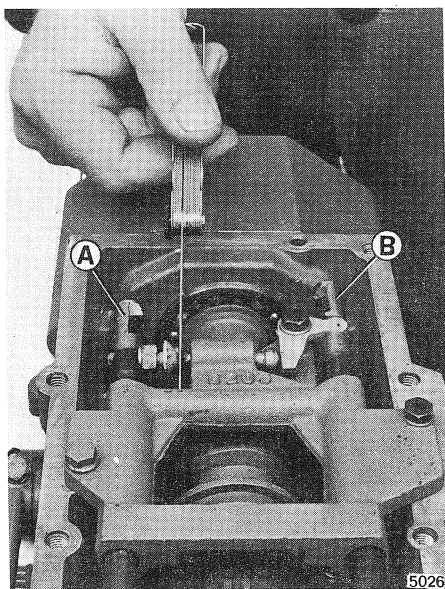

Fig. 65
N.B. - Per effettuare lo spessoramento di fig. 65 occorre portare l'asta del cambio **A** in posizione di retromarcia e l'asta presa di forza **B** disinserita. Il giuoco deve essere di $2,5 \div 3$ mm.